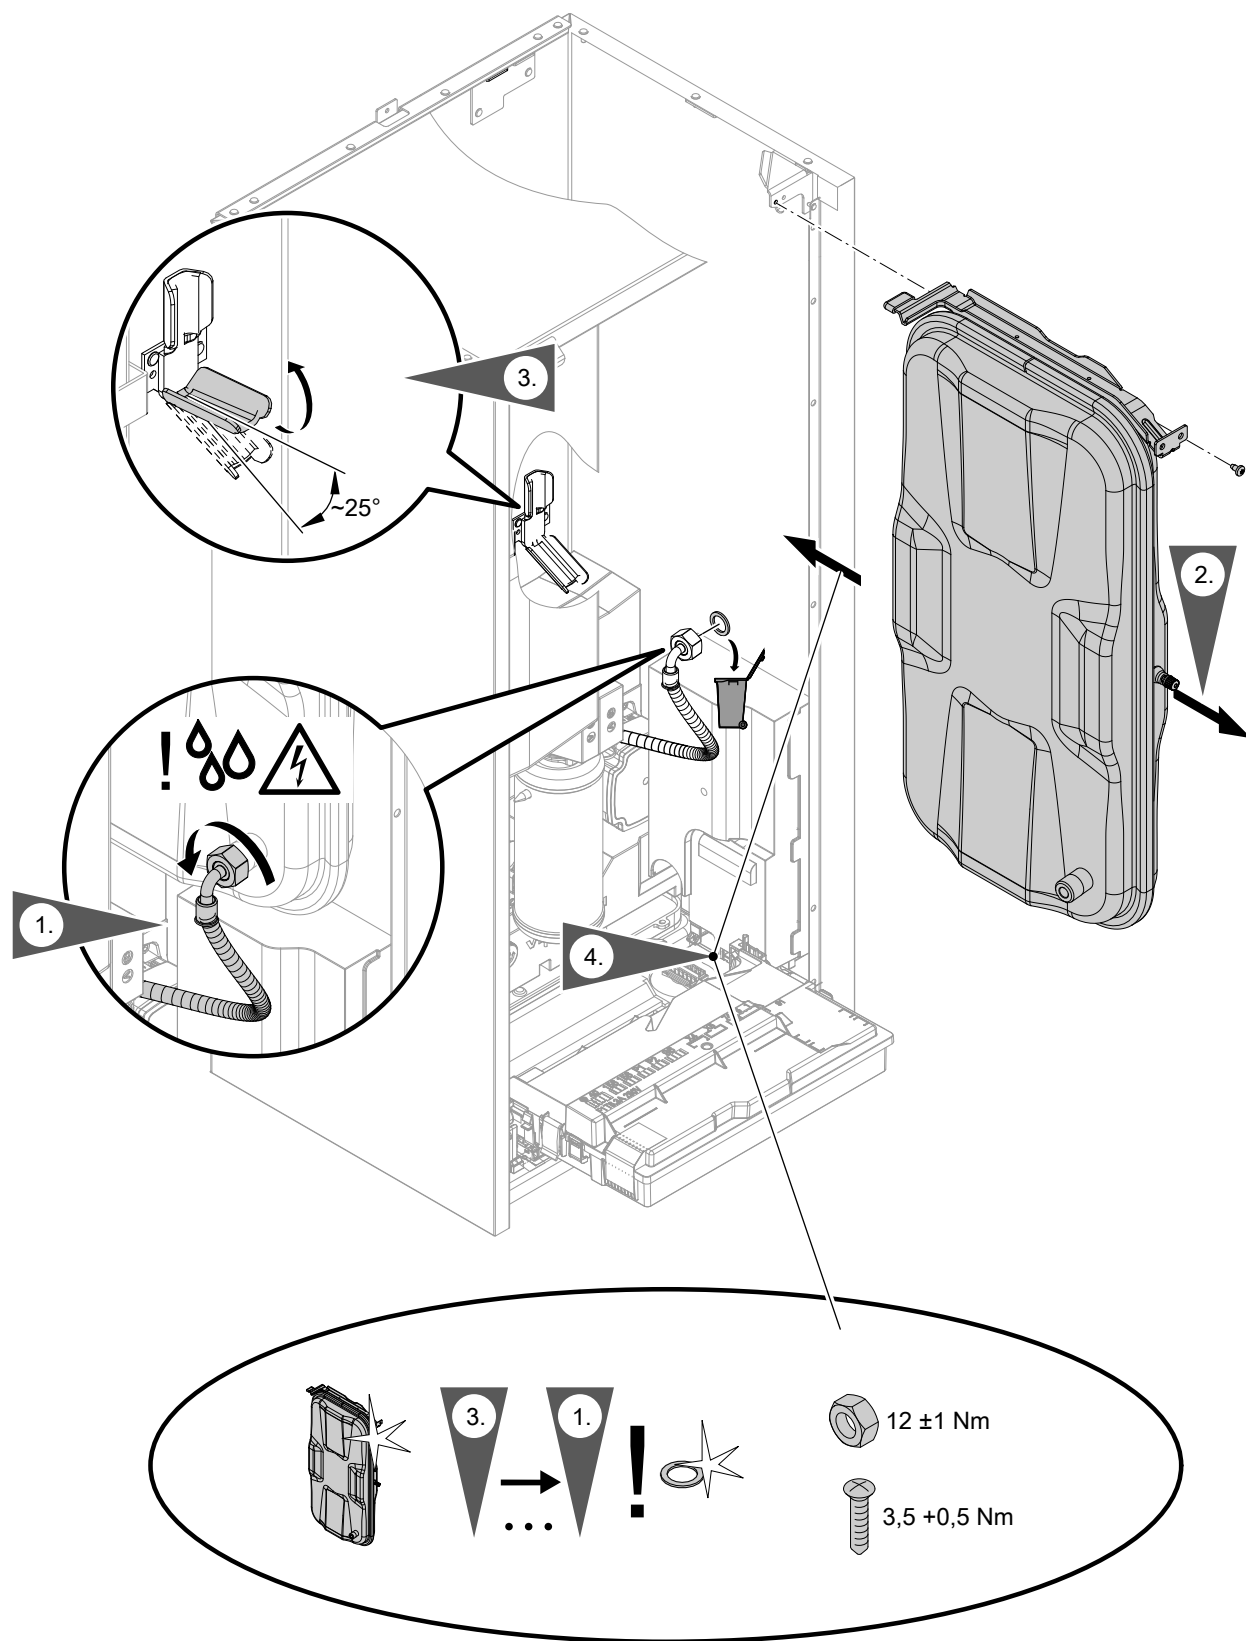

Abb. 91
- Ausdehnungsgefäß: Siehe Abb. 91.